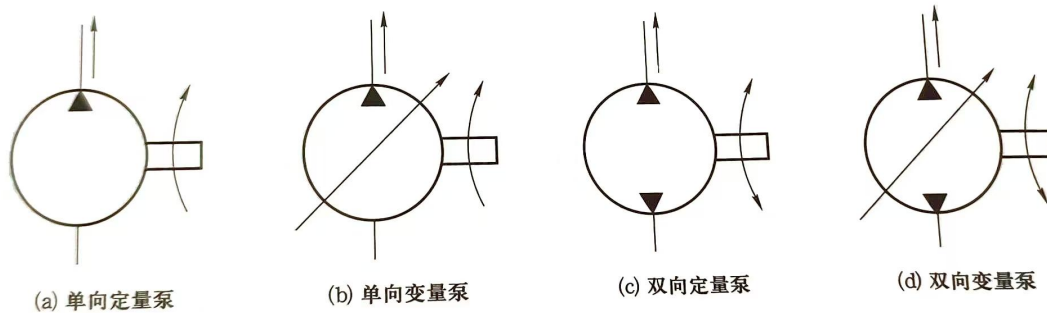

图 2-2 常见液压泵的图形符号
(2) 液压泵的分类 (15 分钟)
- 图形符号解析 (图 2-2)：